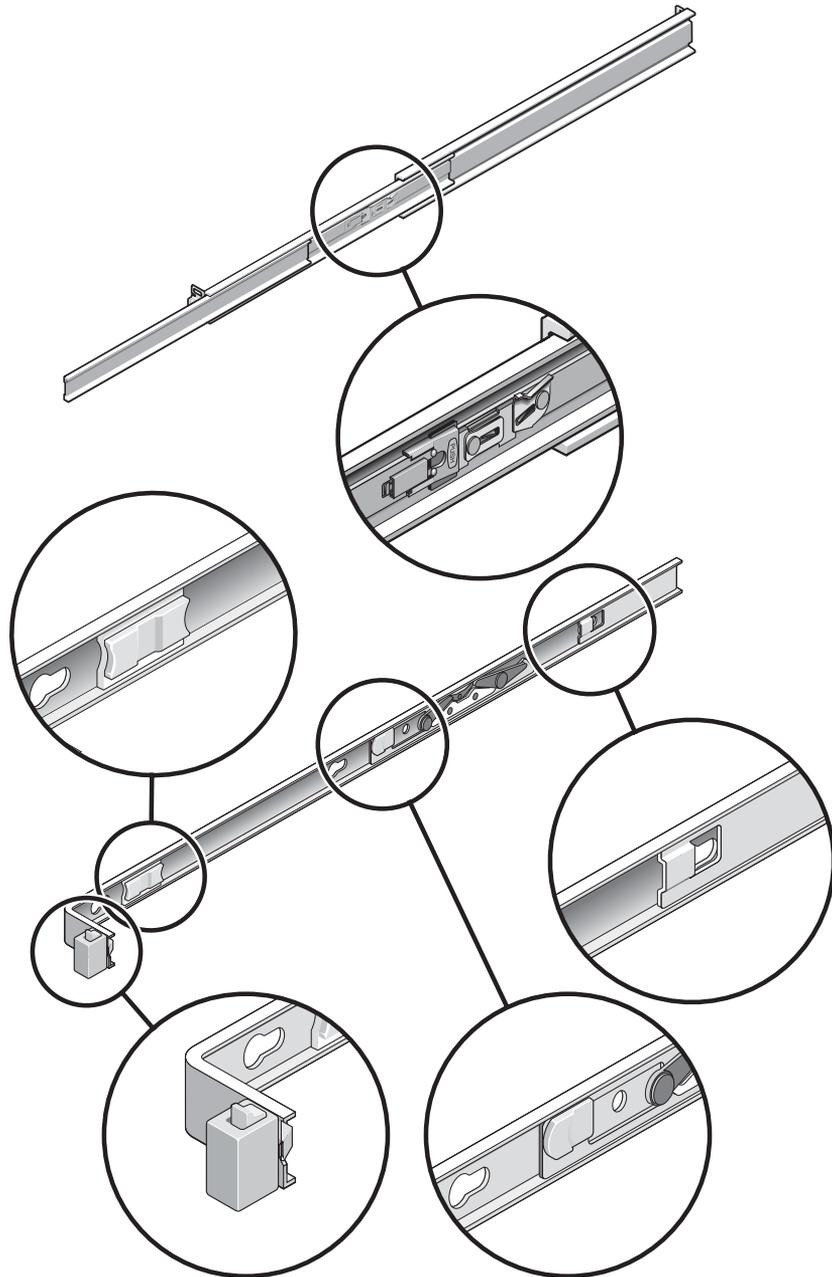

図 1-5 スライドレール構成部品のロックの位置
- スライドレール構成部品には、合計 5 つのロック(図 1-5)があることに注意してください。4 つのロックが固定部品にあります。1 つのロックがスライドレールの前面セクションにあります。ロックの使用については、第 2 章の取り付け手順を参照してください。